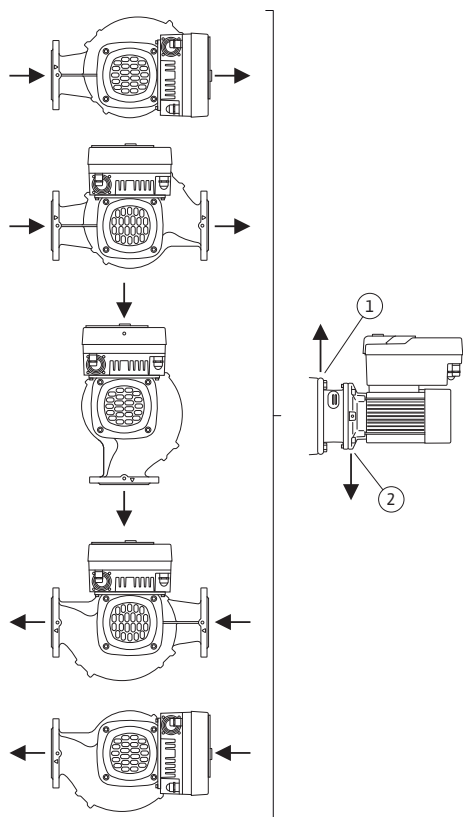

Fig. 16: Dozvoljeni položaji ugradnje sa horizontalnim vratilom
- Kod horizontalnog vratila motora je potrebno da otvor za odvod kondenzata bude okrenut nadole (Fig. 16, poz. 2). Motor se po potrebi mora okrenuti.